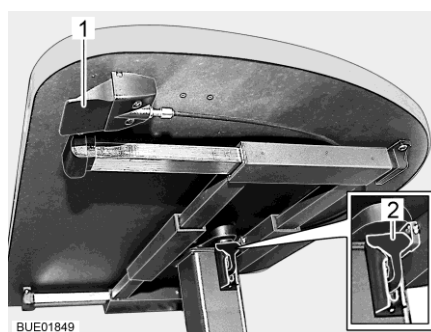

Fig. 55 Table à hauteur réglable avec touche de déverrouillage
- Tirer le levier de verrouillage (Fig. 55,2) vers le bas ou l'enfoncer.
- Pousser le levier de verrouillage (Fig. 55,2) vers le haut.
- Pousser la touche de déverrouillage (Fig. 55,1) et la maintenir poussée. Le plateau de table s'élève alors automatiquement jusqu'à la butée de fin de course.
- Lâcher la touche de déverrouillage (Fig. 55,1). Le plateau de table reste dans la position choisie.
- Pousser la touche de déverrouillage (Fig. 55,1) et la maintenir poussée.
- Lâcher la touche de déverrouillage (Fig. 55,1). Le plateau de table reste alors dans la position la plus basse.